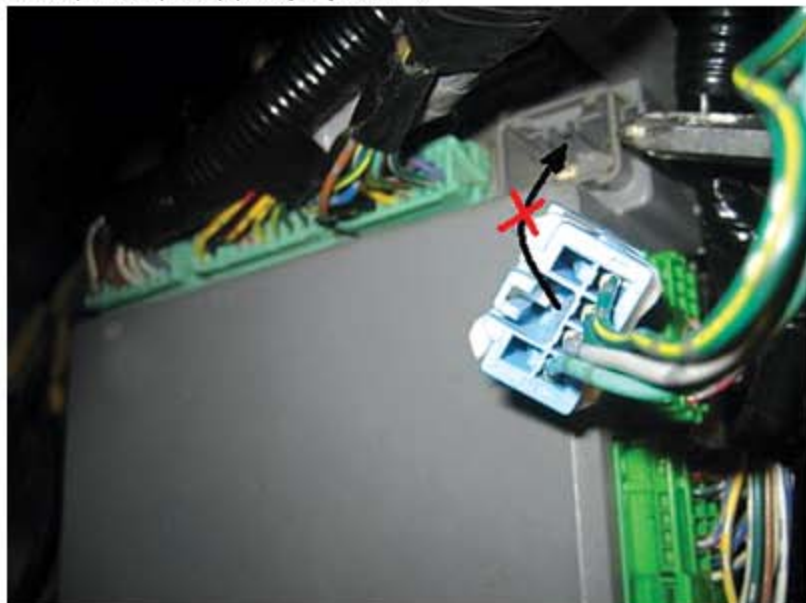
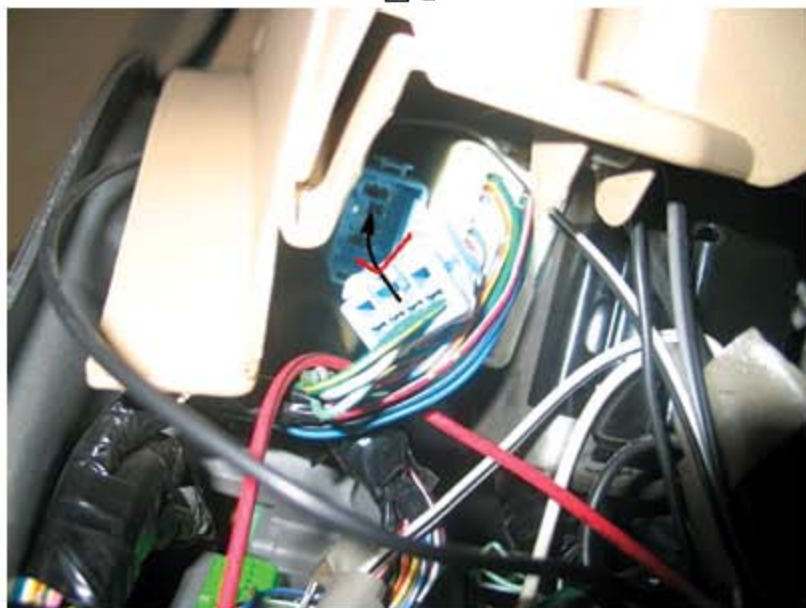

图 2
图 3
- 3). 通过对维修手册线束布置图进行分析可知, 加热器线束与仪表台线束一体, 左侧到达仪表台最左侧多路集成控制系统(MICS)处, 右侧到达仪表台最右侧, 中间通过地毯到达前排乘客侧座椅下。为此我们又将中控台扶手箱和前排乘客侧座椅拆下, 检查了线束间是否有彼此短路的情况, 但未发现异常。后来当我们拆到仪表台左侧的多路集成控制系统(MICS)时, 发现了问题, 有 1 个线束插头的位置插错了(图 2、图 3)。这个插头本应与 MICS 上部一个转接器相连, 而该车却被错插到了 MICS 的一个原本应闲置的插座上。笔者仔细观察发现, 这个线束插头的长度恰好与这 2 个插座距离相近且插头形状相同